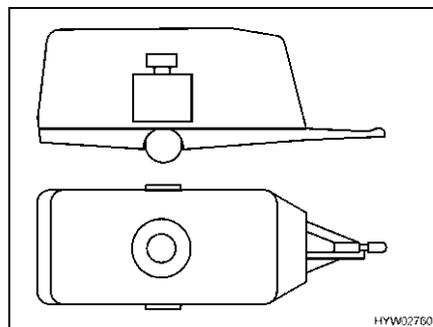

Fig. 10 Ripartizione corretta del peso
**Caricamento corretto** Non sistemare oggetti pesanti come tenda veranda, scatolame ecc. nel caravan, ma nella motrice. Fissare le biciclette sul tetto della motrice. Stivare tutti i pesi vicino all'asse (Fig. 10).